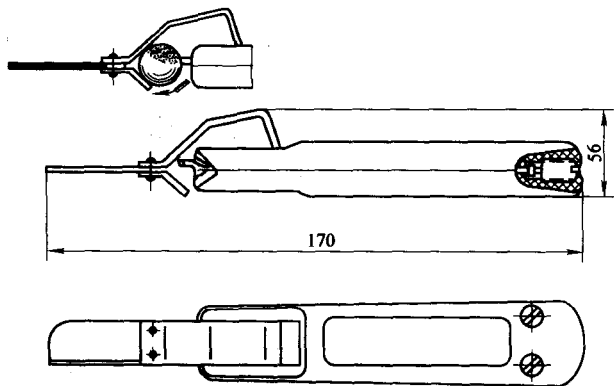

图 1-13 剥线电工刀
9. 剥线电工刀 它是一种特殊的电工工具,在刀柄头上装有内刀及带弓形支架的外刀,适用于切剥外径为  $10 \sim 300\text{mm}$  的电线电缆绝缘层,结构如图 1-13 所示。外刀的使用如同普通电工刀。切剥电线时,先将外刀推出,将电线置于刀架弯内,再调正内刀,使刀尖楔入绝缘层(以不刺穿绝缘为宜),然后按顺时针方向旋动电工刀一周,再往上提刀,即可将电线绝缘层剥去。不过剥切长度不能太长,太长还是要以外刀如普通电工刀一样剖线。